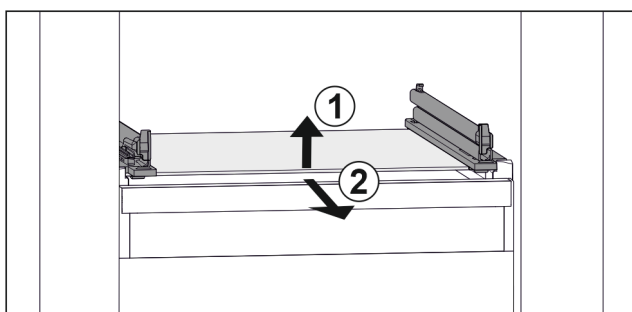

Fig. 36 Примерное отображение стеклянной пластины
- ▶ Приподнимите стеклянную пластину спереди. Fig. 36 (1)
- ▶ Извлеките стеклянную пластину движением вперед. Fig. 36 (2)